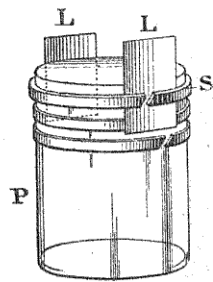

Fig. 57.
Pour retirer les segments, découper dans une boîte de conserve, par exemple, deux petites lames de tôle LL (fig. 57). Écarter le segment supérieur et glisser les deux lames aux extrémités d'un même diamètre entre le segment et le piston, de façon
**Ovalisation du cylindre.** — Il est tout naturel, qu'après avoir étudié séparément le cylindre et le piston, nous disions un mot de l'effet du travail de l'un dans l'autre. Dans les moteurs horizontaux, on comprend que le poids du piston tende à user davantage la partie inférieure du cylindre et à rendre ovale ce qui était cylindrique. Dans les moteurs verticaux, pour une raison différente, le même fait peut se produire. Voyez la figure 57 : le piston est très long, comme tous les pistons, parce que n'étant *guidé* dans le cylindre que par lui-même, il faut qu'il n'ait pas la moindre tendance à *coincer* contre les parois.